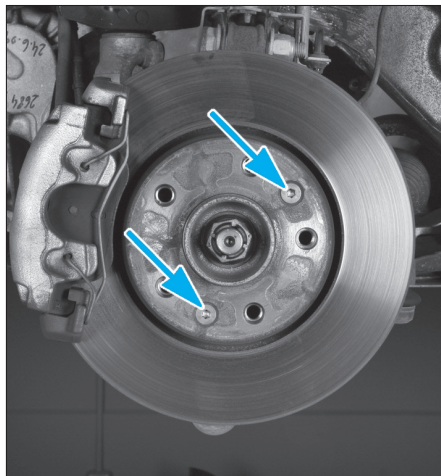

FIG. 6
- les vis de fixation du disque (Fig.6).